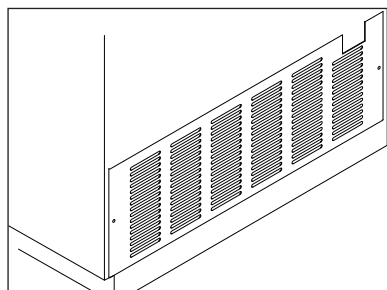

fig. 3
**IMPORTANT!** Il faut laisser un libre accès à la grille de ventilation (fig. 3).